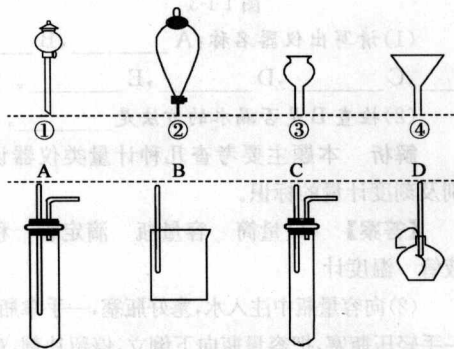

图 1-1-1
①两者的精密度不同,滴定管精密度较高,通常是 0.01 mL;量筒较低,通常为 0.1 mL。
②两者的构造不同,量筒没有“0”刻线,容积标度从下到上依次增大;滴定管“0”刻线设在上部,容积标度从上到下依次增大。选 A。
例 8 如图 1-1-1 所示,①、②、③、④分别是几种常用漏斗的上部,A、B、C、D 是实际应用操作(分液、制气、向容器中加液体试剂等)时,各种漏斗的下部插入容器中的示意图(图中漏斗及容器中的药品和其他物品均已略去,铁架台、铁夹也已略去)。请根据实际使用操作时上述漏斗的范围和它们的形状,指出 A、B、C、D 分别与①、②、③、④中哪一种最为匹配。